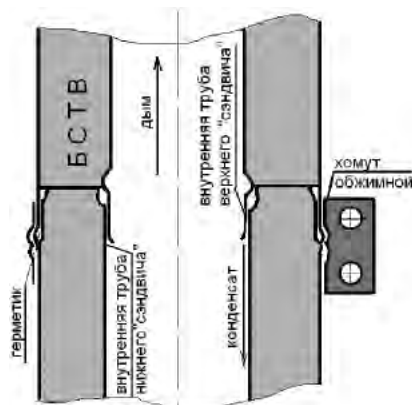

Рис. 2. Схема сборки труб «сэндвич»
4.6. При сборке дымохода зазоры в месте соединения элементов заполнить жаропрочным герметиком и скрепить соединения стяжными хомутами (См. рис. 2).
4.10. Вся дальнейшая сборка до пересечения с кровлей осуществляется однотипными элементами – «сэндвичами». Стыковка «сэндвичей» производится по «конденсату» (см. рис. 2).